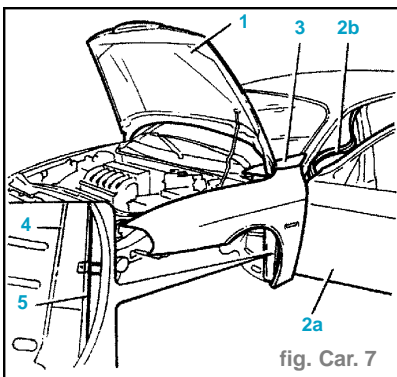

fig. Car. 7
- Ouvrir la porte (2a) et enlever la garniture (2b) mouchette de la porte pour accéder à la vis de fixation garde-boue (fig. Car. 7).